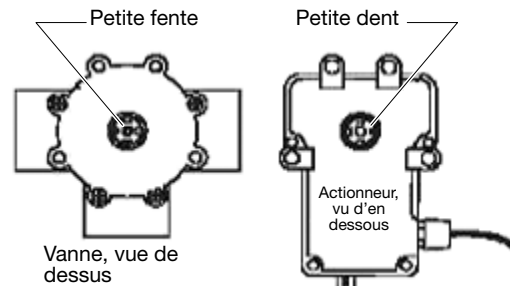

FIG. 2. Montage de l'actionneur
4. Placez l'actionneur sur la tige de la vanne, de façon à ce que sa petite dent s'enclenche dans la petite fente de la tige de la vanne Voir FIG. 2.
**Remarque :** La petite fente représente la position OFF (Désactivé) ou FLOW BLOCKED (Débit bloqué). Dans le cadre de ces réactions, la petite fente de l'actionneur est réglée en usine sur le point d'arrêt 0°. Voir FIG. 2.